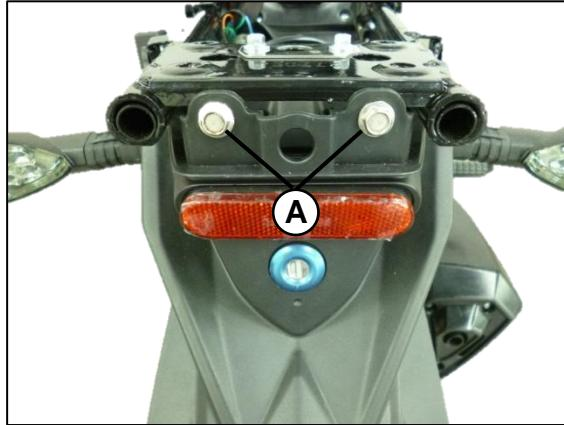
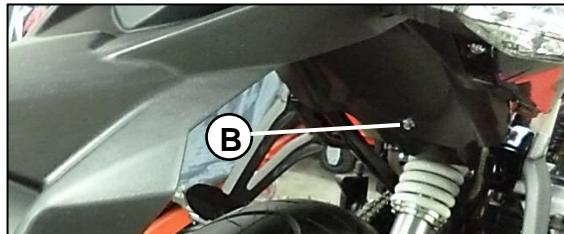

Fig.06
Fig.06.1
Retire el guardabarros trasero desajustando los dos tornillos (A) que lo sujetan en la parte trasera **Fig.06**; Y el tornillo inferior (B) frontal, que lo sujeta junto al monoshock. **Fig.06.1**